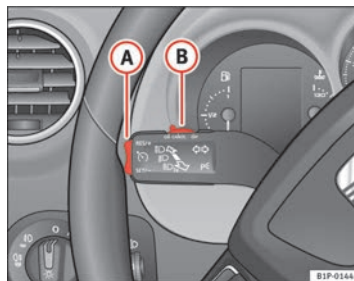

Abb. 131 Blinker- und Fernlichthebel: Schalter und Wippe für die Geschwindigkeitsregelanlage
- Schieben Sie den Schalter ⇒ **Abb. 131** **(A)** nach links auf **ON**.